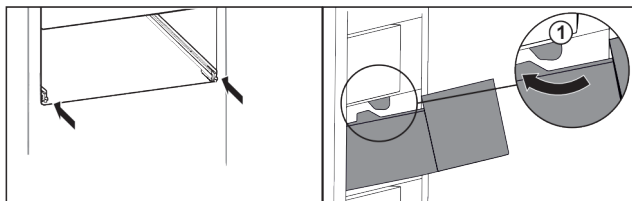

Fig. 31
- ▶ Ghidați sertarul în jurul opritorului Fig. 31 (1).*